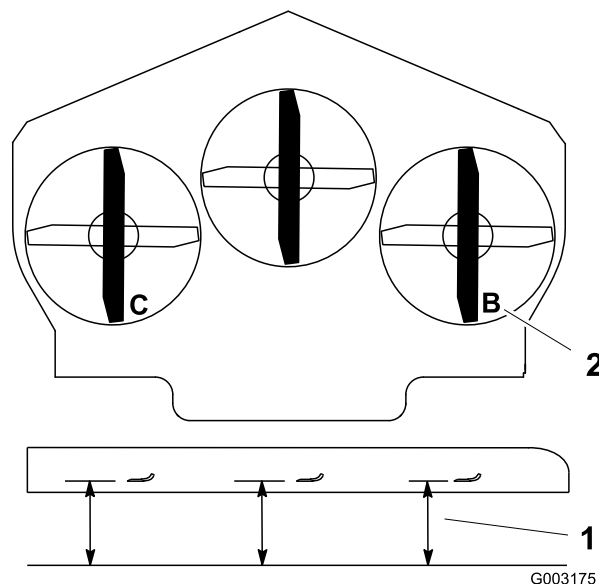

Figure 78
1. Tournez la lame droite dans le sens longitudinal (Figure 78).
2. Mesurez la distance au point **B** entre la surface plane et le tranchant de la pointe de la lame droite (Figure 78).
4. Tournez la lame gauche dans le sens longitudinal (Figure 78).
5. Mesurez la distance au point **C** entre la surface plane et le tranchant de la pointe de la lame gauche (Figure 78).